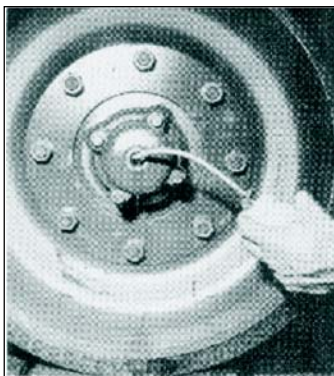

Fig 6-3. Lubrificação das rodas de apoio
(1) são em número de quatorze rodas duplas em alumínio reforçadas em aço. As rodas individuais que formam a roda de apoio são intercambiáveis, podendo ser usadas interna ou externamente;
(2) podem ser montadas com 8 ou 16 parafusos, dependendo do modelo e/ou situação. São recobertas por borracha vulcanizada sendo o seu centro ligado a um braço móvel lubrificado por rolamentos (de acordo com o movimento); (Fig 6-3)
(3) possui um orifício para controle e reabastecimento do nível de óleo no centro da roda. Cada roda de apoio utiliza 0,5 l de óleo SAE 15WE40.